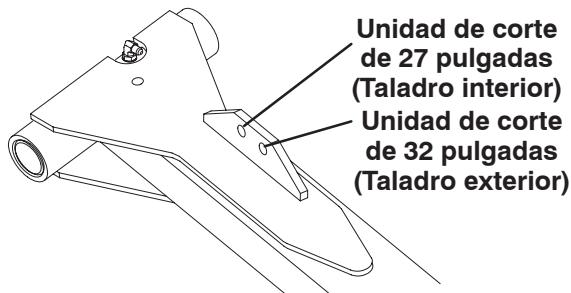

Figura 6
8. Fije el otro extremo de la cadena de elevación al taladro de la pestaña de montaje del brazo de elevación con pasadores de horquilla y chavetas. Utilice el taladro apropiado del brazo de elevación, de acuerdo con la Figura 6.